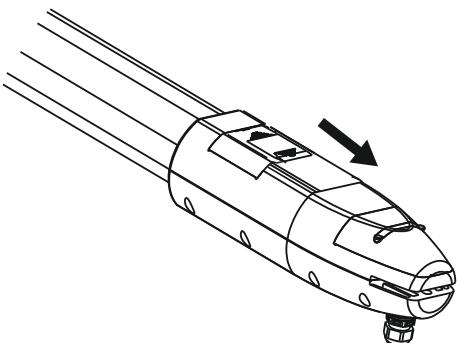

Рисунок 25
- Сдвиньте крышку узла разблокировки в положение “ОТКРЫТО”, см. рисунок 25